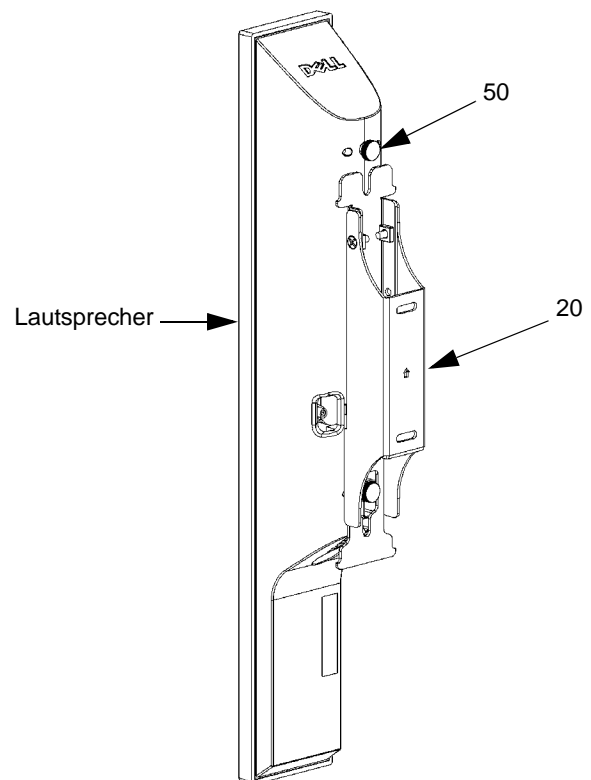

Abbildung 16. Zwei Rändelschrauben lockern
1. Den Lautsprecher mit einer Hand festhalten und gleichzeitig die zwei Rändelschrauben (50) und O-Ringe (110, nicht abgebildet) lockern, die den Lautsprecher an der Wandhalterung (20) befestigen. (Siehe Abbildung 16.)